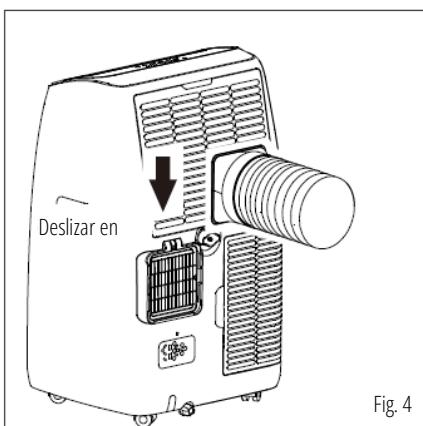

Fig. 4
- 4) Instale la entrada de la manguera en la unidad. (Fig. 4)